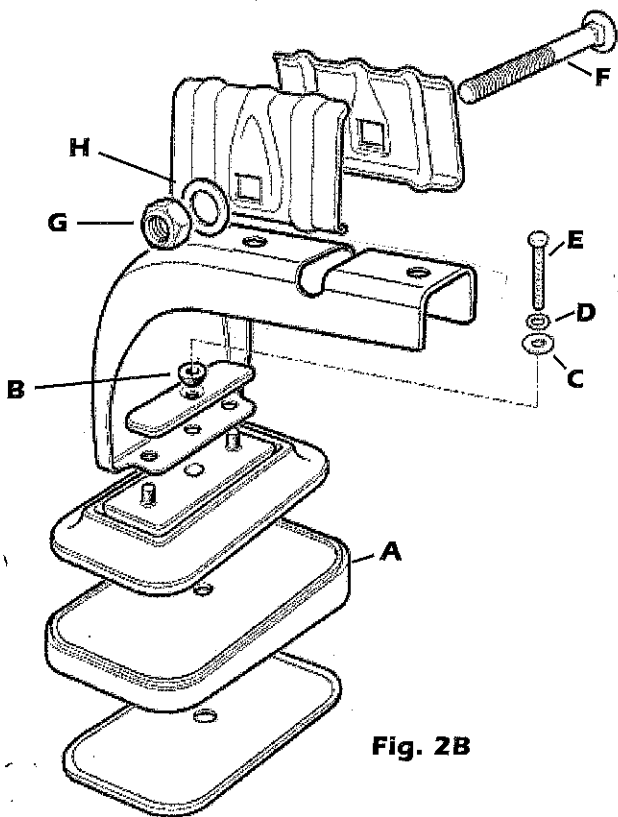
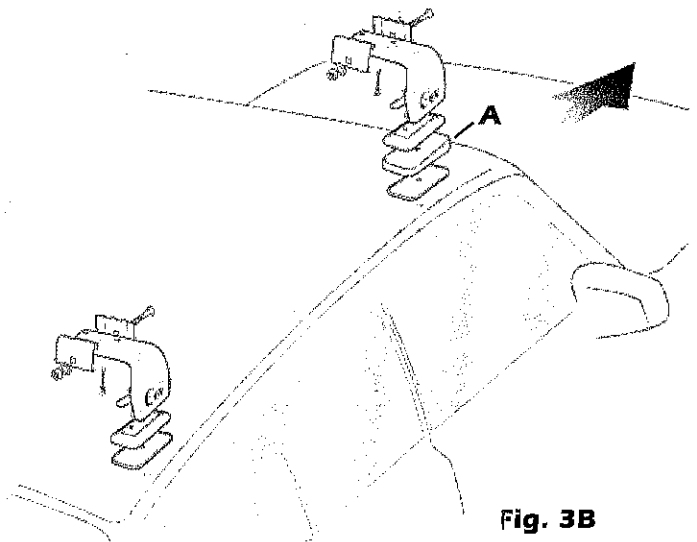

Fig. 2B
Fig. 3B
① ISTRUZIONI DI MONTAGGIO FIAT DOBLO' (2 BARRE) (...09)
- A) Montare le 4 staffe come indicato nella Fig. 2B facendo attenzione che gli spessori A siano posizionati sulla barra anteriore (vedi Fig. 3B - 4B).
- B) Inserire le 4 staffe assemblate negli appositi fori già predisposti sul tetto del furgone imboccando nell'ordine i particolari B-C-D-E come indicato nelle Fig. 2B-3B, senza avvitare completamente le 4 viti E.
- Montar las 4 pletinas como lo indicado en la fig. 2B , prestar atención que el espesor "A" sea colocado sobre la barra anterior (ver fig. 3B -4B)